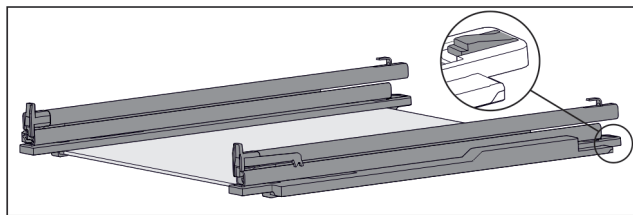

Fig. 151 Glasplatte mit Schienen und Halteteilen
- ▶ Halteteil hinten herunterdrücken (siehe Fig. 151) und gleichzeitig Schiene nach hinten schieben.